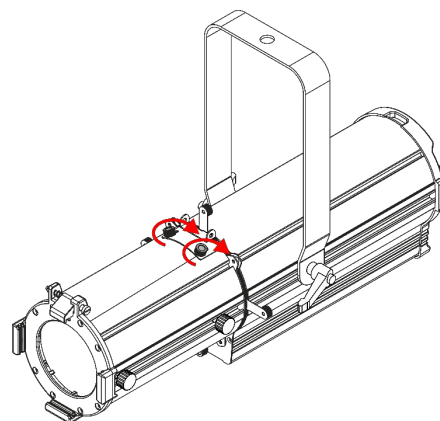

Fig. 21
- 07) Serrare le due **viti della piastra di copertura (10)** per fissare la **piastra di copertura della fessura gobo (11)** al suo posto (vedere la Fig. 21).